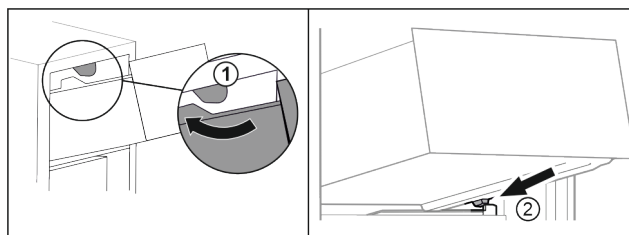

Fig. 68
- ▶ Vedte zásuvku podél horních zarážek. Fig. 68 (1)
- ▶ Nasadte zásuvku šikmo za dolní zarážky na žebrování na nádobě. Fig. 68 (2)